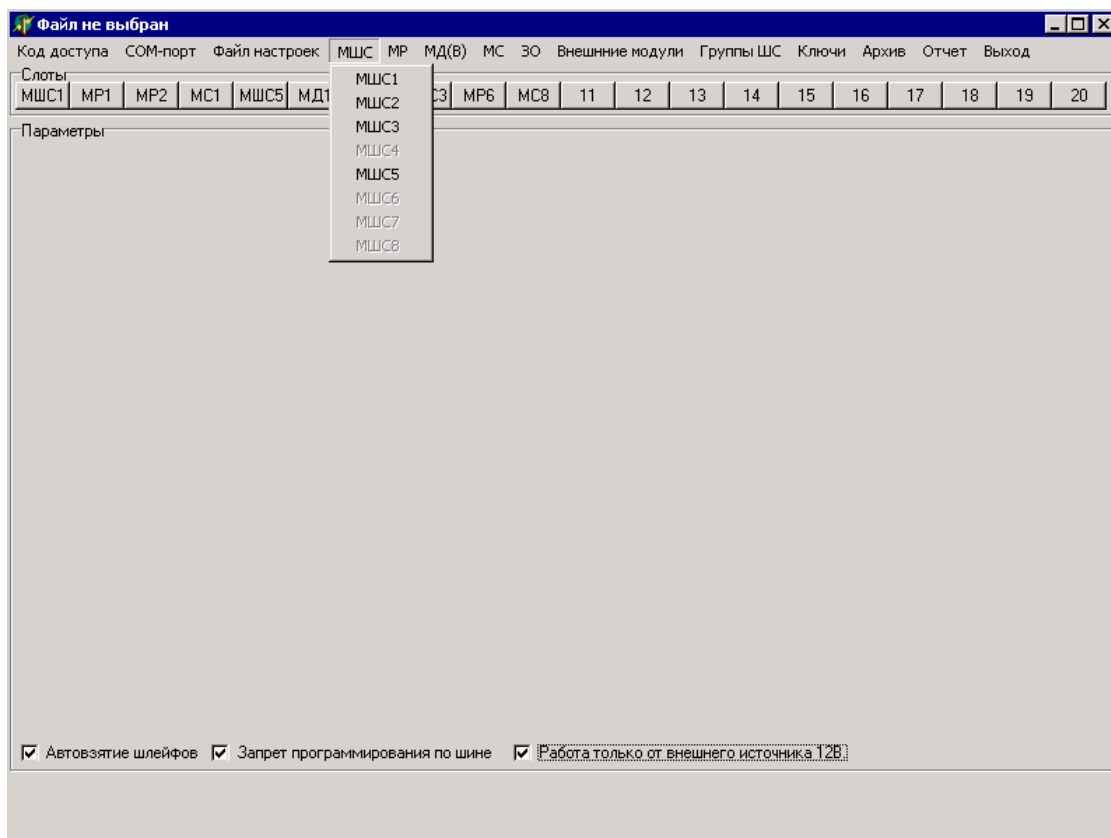

Рис. 7
2.1.3.3 После установки внутренних и внешних модулей в командах главного меню «МШС», «МР» и «МС» автоматически формируются выпадающие списки, состоящие из внутренних модулей, реально включенных в конфигурацию прибора и размещенных на кнопках панели «Слоты» (рисунок 7).